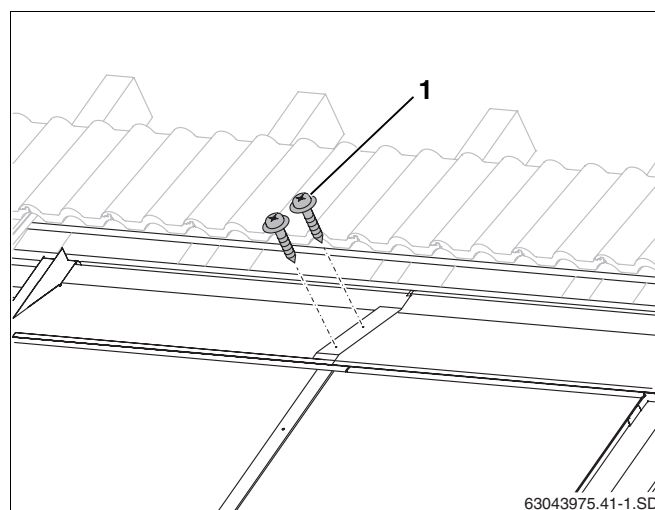

Fig. 58 Unión de las chapas protectoras superiores con tornillos
- Fije los solapamientos de las chapas con tres tornillos para metal (suministrados) de 25 mm de longitud por cada una (fig. 58, **pos. 1**).